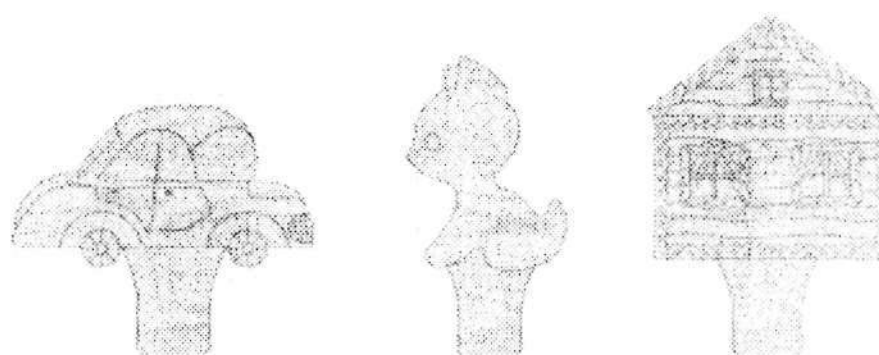

Рис. 2. Образцы силуэтных фигурок для песочницы детского сада
2. Разработать чертеж силуэтной фигуры (См. образцы Рис. 2). Образцы не копировать!